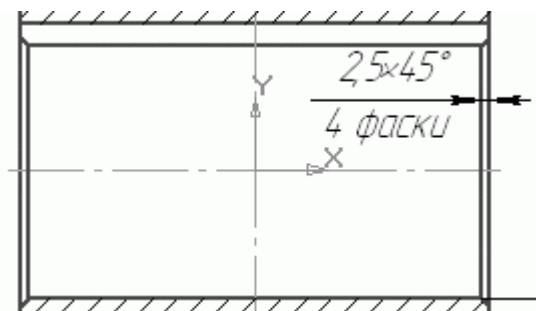

Рис. 2.134. Размер фаски
- обозначение параметров фаски отверстия под вал и фаски на краях обода. Поскольку в нашем колесе все эти фаски имеют одинаковые параметры ($2,5 \cdot 45^\circ$), то фаска обозначается один раз, но при этом на размере указывается, что таких фасок на колесе предусмотрено четыре (рис. 2.134).
Чтобы создать такой размер (см. рис. 2.134), после вызова окна настроек размерной надписи необходимо выполнить следующее.